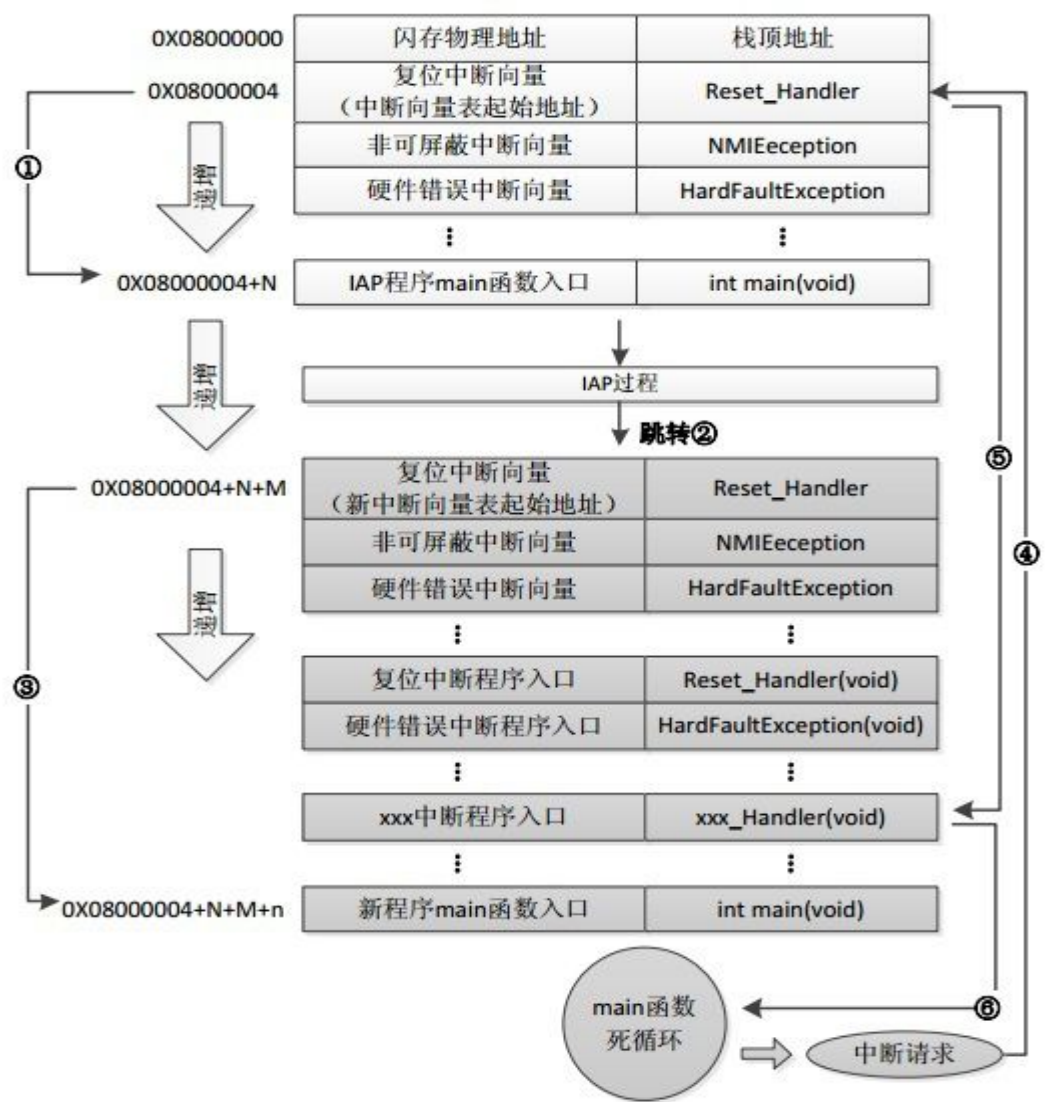

图 53.1.2 加入 IAP 之后程序运行流程图
第五、不用怕，看到图 53.1.2 中的第⑤步跳转，下面编辑代码验证一下。
完全汇编，是不是看不懂呢？？？结合前面的图 53.1.2 来看下就知道什么意思了，呵呵，自己琢磨一下吧。